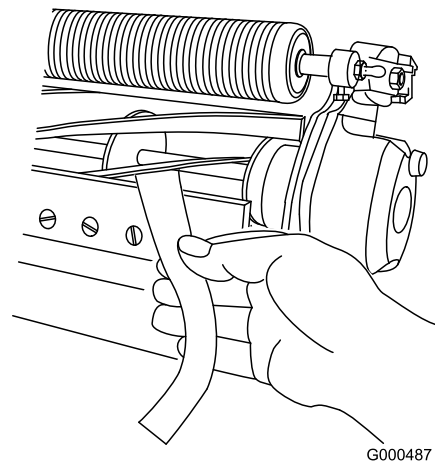

Figura 17
3. Pruebe el rendimiento de corte insertando una tira larga de papel de prueba del rendimiento de corte (Pieza Toro N° 125-5610) entre el molinete y la contracuchilla, perpendicular a la contracuchilla (Figura 17). Gire el molinete **lentamente** hacia adelante; debe cortar el papel.